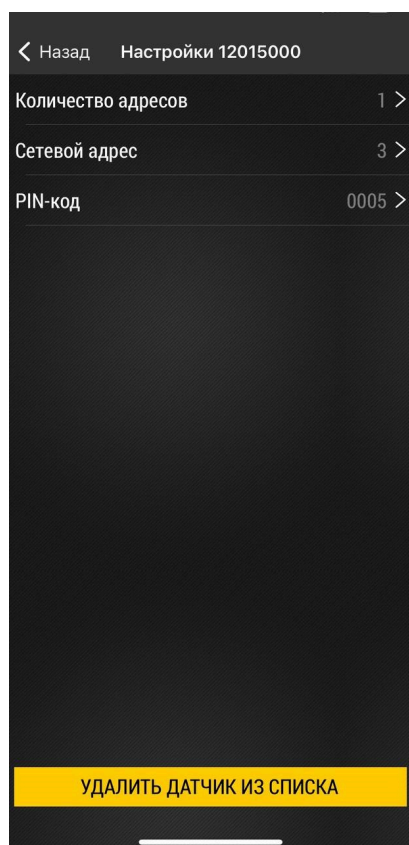

Рис.19. Настройка датчика
8. После создания списка необходимо настроить каждый добавленный датчик для работы с приемником TK-Receiver-Air. Для этого нажмите на строку с серийным номером нужного датчика. Откроется окно с настройками датчика (**Рис.19**).